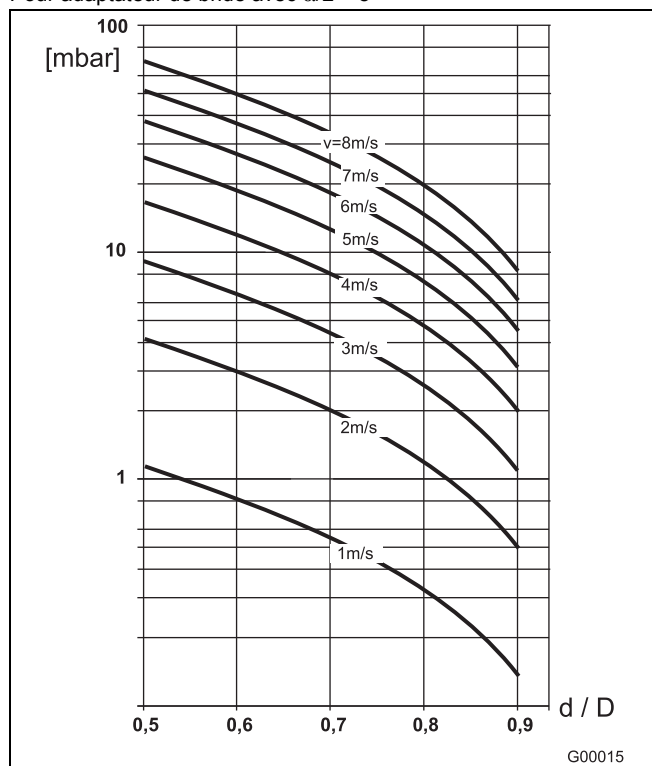

Fig.23
- Consulter le nomogramme de débit (Fig.23) pour connaître la vitesse d'écoulement.
- Lire la perte de pression sur l'axe Y sur la Fig.23.